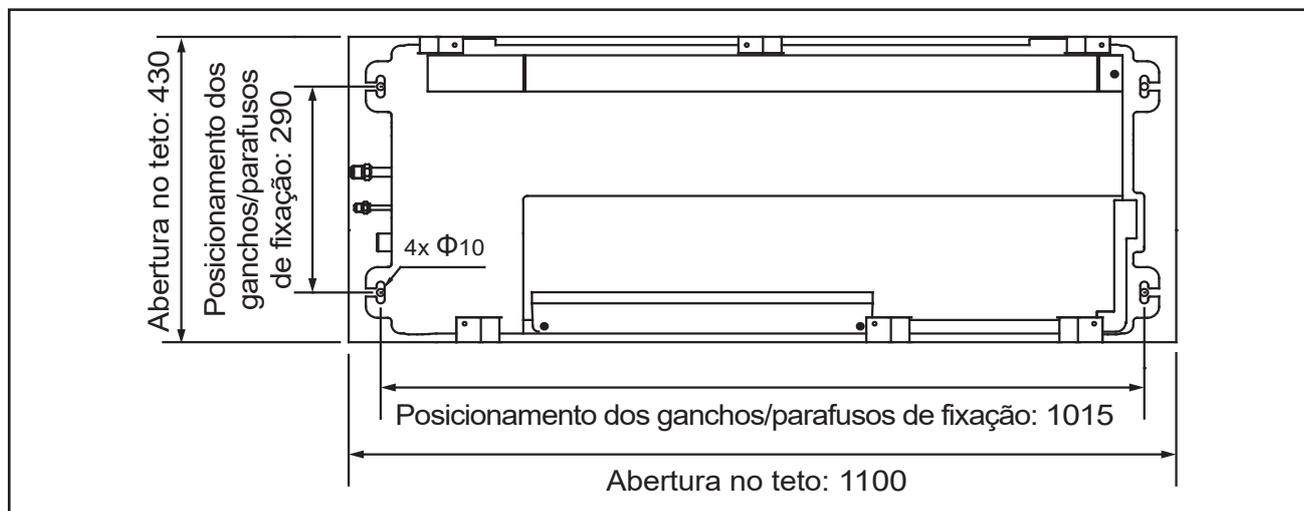

FIG. 11 - ABERTURA NO TETO E POSICIONAMENTO DOS PARAFUSOS DE FIXAÇÃO
2. Faça então a instalação dos ganchos observando o posicionamento destes conforme apresentado também no gabarito de instalação - Fig. 11.